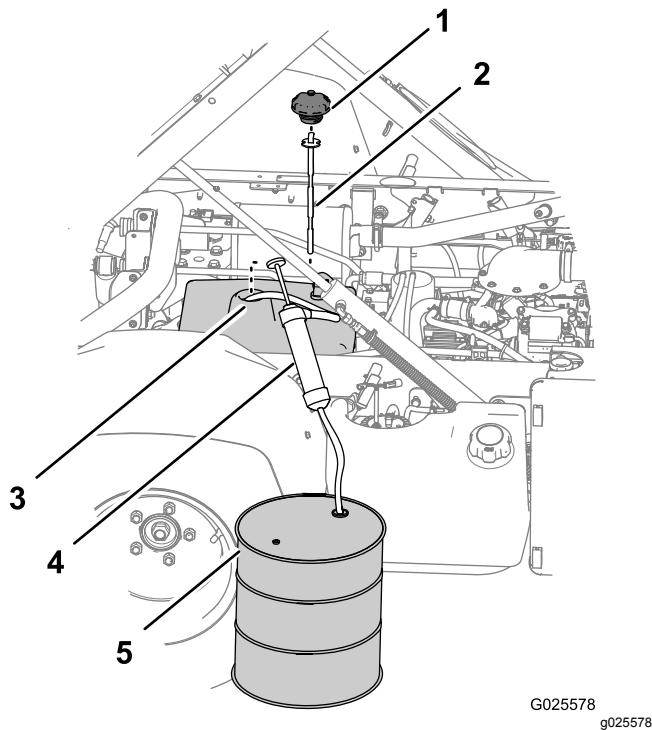

Figura 83
3. Retire el tapón y la varilla del cuello de llenado del depósito (Figura 83).
4. Pase la manguera de entrada de la bomba manual por el cuello de llenado del depósito de combustible y hasta el fondo del depósito (Figura 83).
5. Dirija la manguera de salida de la bomba manual hacia un recipiente de recogida (Figura 83) con capacidad para 11,4 litros (modelo sin TC) o
7. Retire la bomba manual del depósito (Figura 83).
8. Añada 7,5 litros (modelo sin TC) o 15,1 litros (modelo sin TC con el kit de hidráulica de alto caudal (opcional) o modelo TC) del aceite hidráulico especificado al depósito hidráulico (Figura 83).
9. Instale la varilla y el tapón en el cuello de llenado del depósito hidráulico (Figura 83).